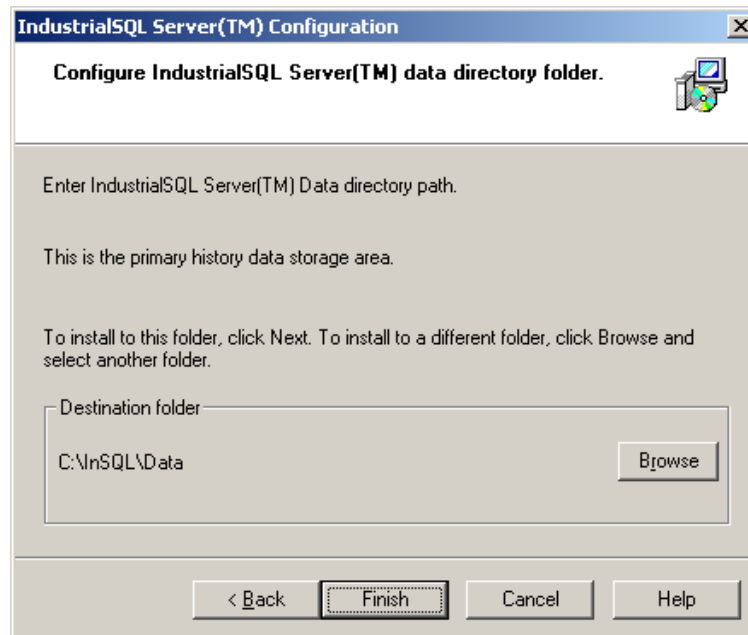

Figura. 4.13. Ventana de Configuración del Directorio para Archivos de IndustrialSQL
2. Para cambiar el directorio predeterminado dar click en "Browse". Caso contrario dar click en "Next", aparece la ventana de la Figura. 4.13